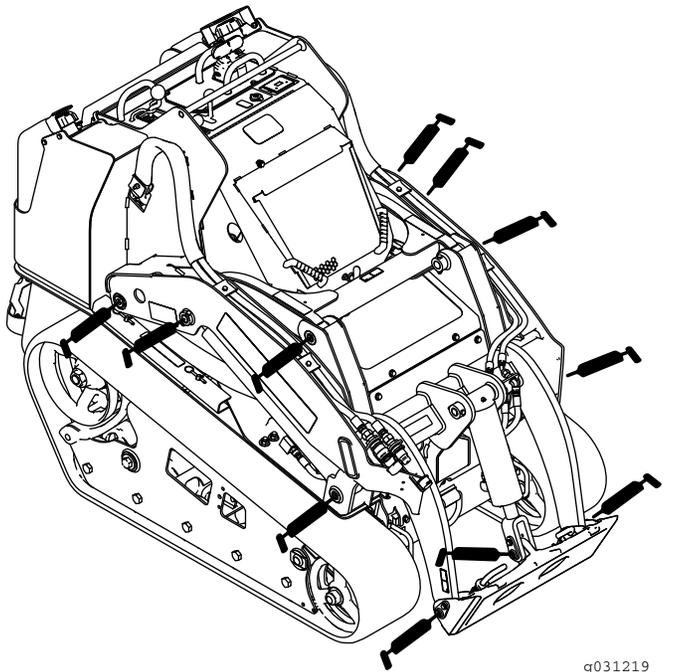
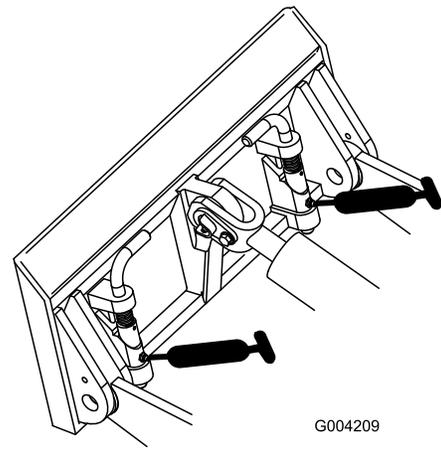
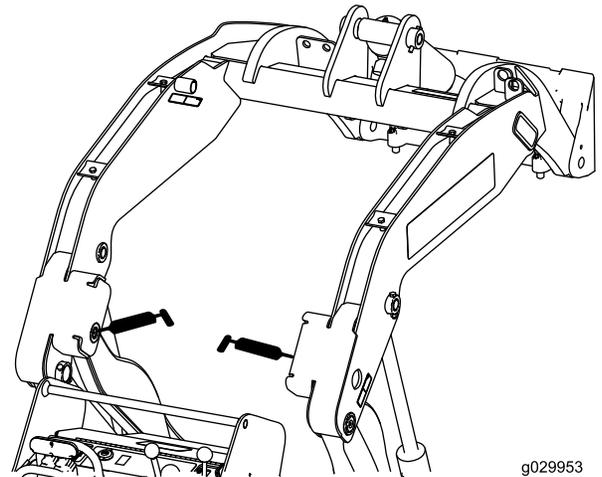

Figura 40
Figura 41
Figura 42
4. Collegate un ingrassatore a pressione a ciascun raccordo (Figura 40, Figura 41 e Figura 42).
**Nota:** Sollevate i bracci caricatori prima di ingrassare i raccordi nella Figura 42.